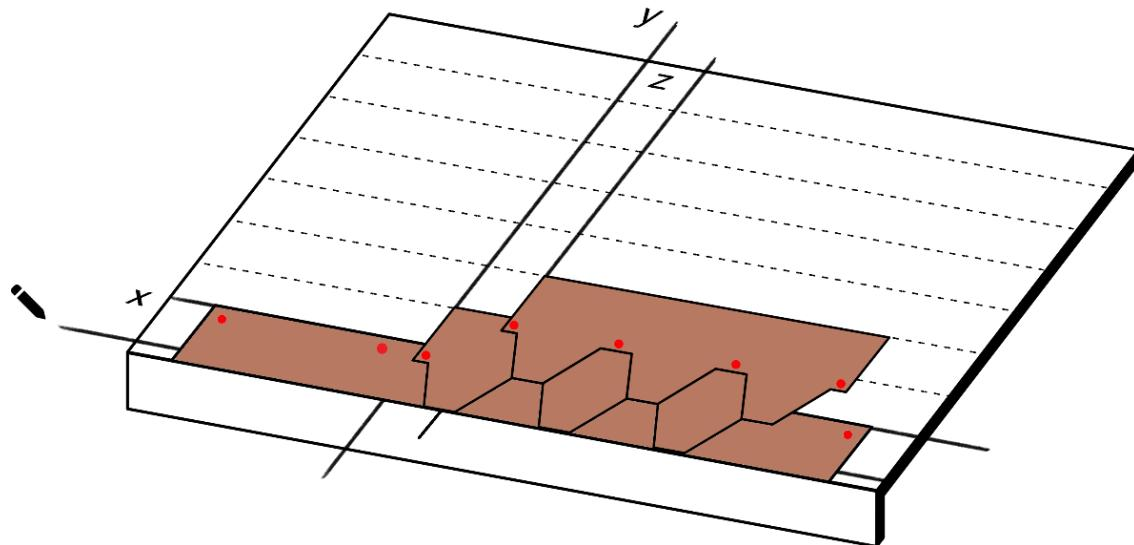
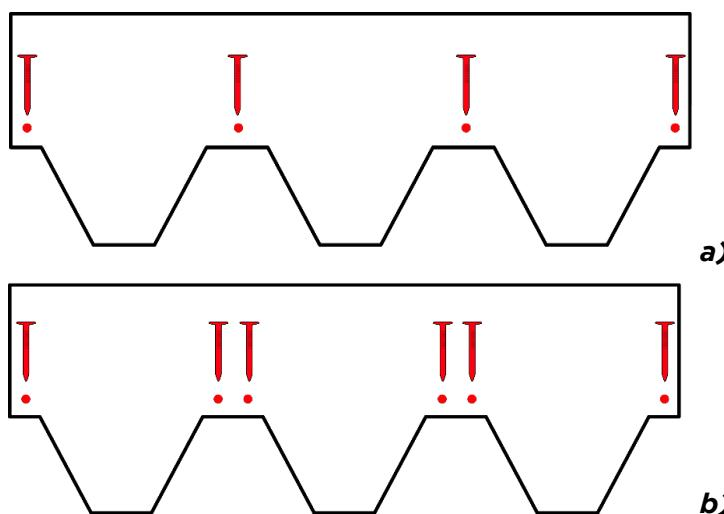

Fig. 7 - Posa delle tegole
Fig. 8 - Chiodatura tegole a) pendenze <60°; b) pendenze >60°
- Applicare in corrispondenza della linea di gronda, sopra alla membrana/sottotegola, un cordolo di adesivo bituminoso Bitustick - Fig. 7;
- Procedere con la posa della prima fila di tegole: allineare il bordo laterale della prima tegola sulla verticale **y** e il bordo superiore sull'orizzontale distante 14,3 cm da **x** - Fig. 7. Chiodare la tegola al sottofondo posizionando 4 chiodi per tegola, come da Fig. 8 a). Nel caso di pendenze di falda tra 60°- 85°, posizionare 2 chiodi aggiuntivi vicino al secondo e al terzo chiodo, per un totale di 6 chiodi per tegola, come da Fig. 8 b). Procedere con la posa di tutte le tegole della fila.
- Procedere con la posa della seconda fila di tegole partendo dalla retta verticale **z** e allineando il bordo superiore della tegola alla retta orizzontale distante 28,6 cm da **x** - Fig. 7.